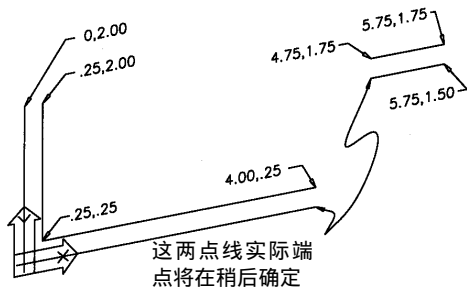

图 2-51
3) 用LINE命令和点输入设备作出模型正面的6条线，X、Y坐标如图2-51所示。